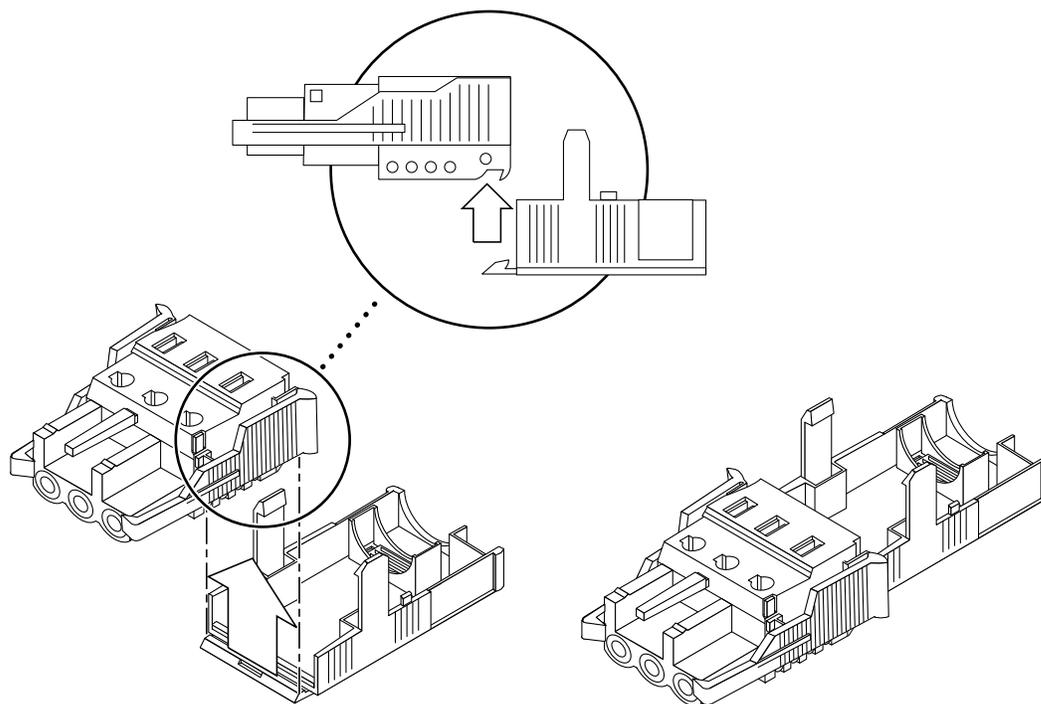

図 2-9 保護カバーの下部品の取り付け
1. 図 2-9 で示すように、保護カバーの下部品に DC コネクタを挿入し、ノッチにはめ込みます。